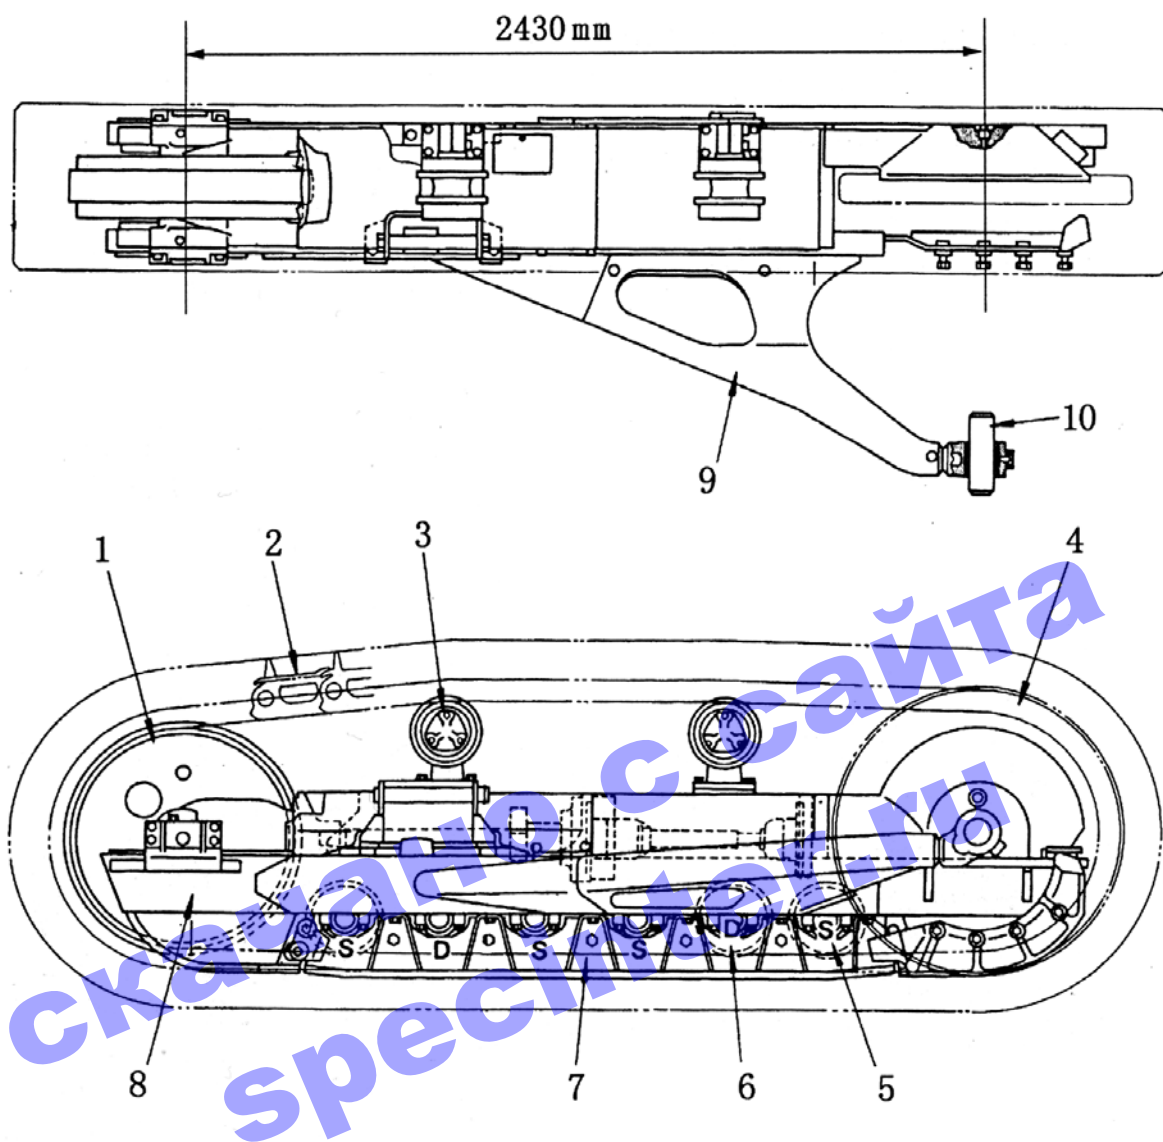

Рис. 5-39. Ходовая часть sD16.
5.10 Ходовая часть (Рис. 5-39, 5-40, 5-41)